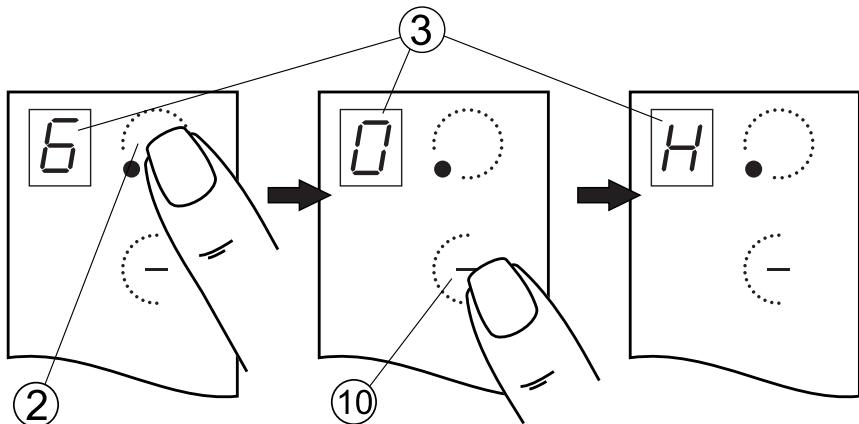

Рис.15
1. Работающую конфорку перевести касанием зоны ② в режим управления (рис. 15).